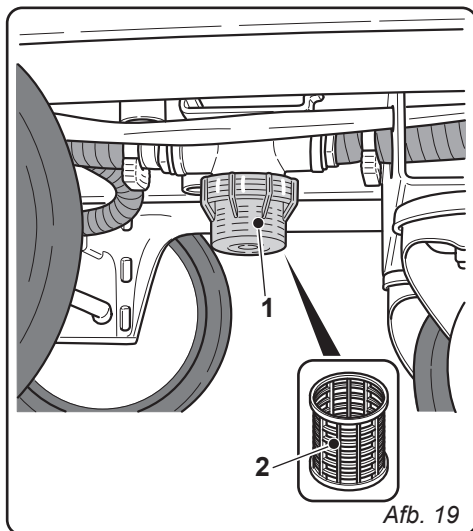

Afb. 18
- Verwijder het deksel (1).
- Doe de tank (2) omhoog.
- Laat de slang (3) hangen en houd de dop van de tank. Laat met behulp van een slang water in de tank (2) lopen tot u ziet dat schoon water uit de afvoerslang komt.
- Steek één hand in de tank en reinig met een vochtige doek de peilsondes (4). Let op dat u ze niet vervormt.
- Draai de inbusschroef (5) los en verwijder het filterdeksel (6).
- Verwijder en reinig het aanzuigfilter (7) en verwijder eventuele stukjes papier, hout, etc... die erin vastzitten.
10.1.c - Reiniging trekker (Afb. 18)